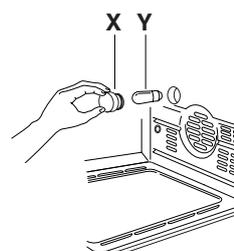

fig. 15
- Dévissez le couvercle en verre (X), en le tournant dans le sens inverse des aiguilles d'une montre et remplacer l'ampoule (Y) par une neuve du même type (voir fig. 15). Remontez le couvercle en verre.(X)